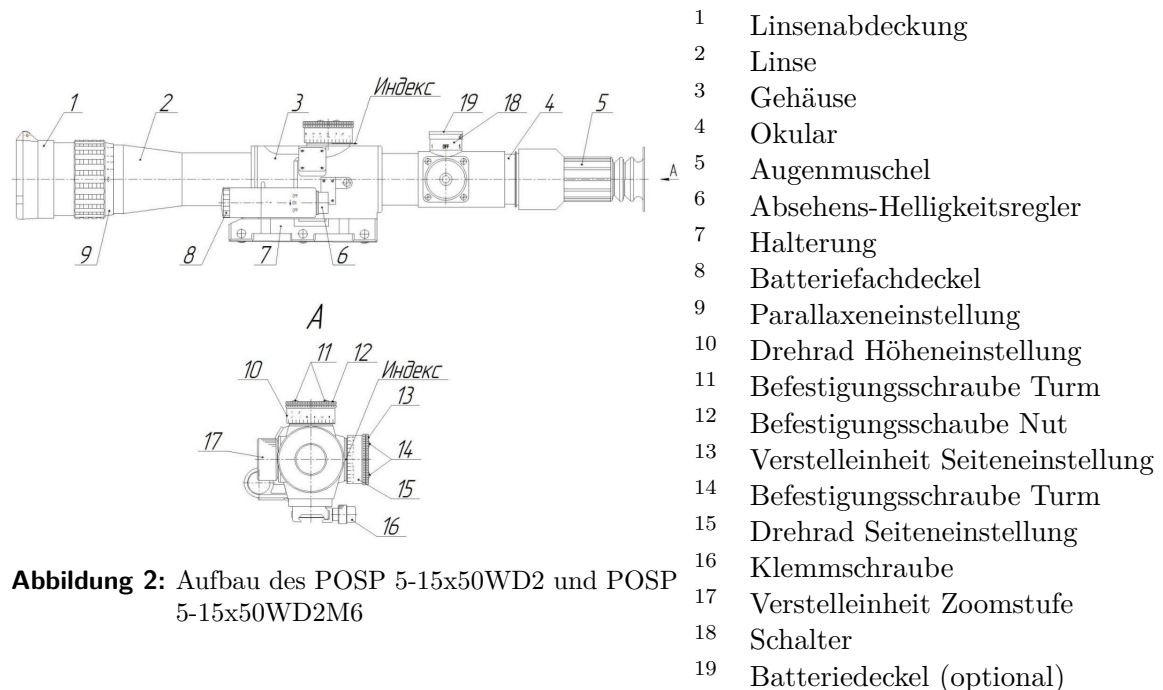

Abbildung 2: Aufbau des POSP 5-15x50WD2 und POSP 5-15x50WD2M6
Bewegung der Nullziellinie. Auf der Skala sind die Striche mit einem Teilungswert von 20 (1 Klick) markiert und in 5 Teilstriche nummeriert. Die Verschiebung der Skala um einen Teilstrich entspricht einer Verkleinerung der Ziellinie auf 0,01 m bei einer Entfernung von 100 m und 0,1 m bei einer Entfernung von 1000 m. Oben auf dem Visier befindet sich die Verstellereinheit der Höhenverstellung 10 mit entsprechender Skala. Bei Nullstellung des Visiers wird die Skala des Handrades auf Null gestellt. Auf der Skala sind die Striche mit einem Teilungswert von 20 (1 Klick) markiert und in 10 Teilstriche nummeriert. Die Länge der Skala beträgt 130 Teilstriche. Bei einer Entfernung von mehr als 1000 m wird eine zweite Serie von Nummerierungen verwendet. Die Verstellereinheit 12 zeigt mittels Pfeilen die Drehrichtung an, die der Bewegung der Null-Ziellinie senkrecht nach unten oder nach oben entspricht, wodurch die Ziellinie je nach Bereich eingestellt werden kann. Die Verschiebung der Skala um eine Teilung entspricht einer Verkleinerung der Ziellinie auf 0,01 m bei einer Entfernung von 100 m und 0,1 m bei einer Entfernung von 1000 m. Mit Hilfe der Verstellereinheit der Zoomstufe (Abbildungen 1, 2) ist es möglich, die sichtbare Vergrößerung von 5 auf 15 zu ändern. Der Wert der tatsächlichen sichtbaren Vergrößerung entspricht der Skala am oberen Rand des Absehen. Zum Beispiel: Abbildung 2 zeigt die Position der Skala E, die einer Zoomstufe von 15-fach entspricht. Das Visier hat eine Dioptrienanpassung von -2 bis +2 Dioptrien. Der Augenschutz (5) wird verwendet, um den Eintritt von Licht von außen in das Auge des Schützen zu verhindern und für eine bequeme Position des Schützenauges relativ zum Okular in einem sicheren Abstand während eines Schusses. Die Ansicht des Visierabsehen ist in den Abbildungen 3, 4 dargestellt. Das Einschalten der Absehenbeleuchtung erfolgt mit dem Schalter (6). Durch Drehung im Uhrzeigersinn wird der Schalter in die Stellung gebracht,
- den Deckel des Batteriefachs (19) am Schalter (18) (Abbildung 2) durch Drehen gegen den Uhrzeigersinn abschrauben
Um die Entfernung zu einem Objekt zu messen, befindet sich eine Messskala im unteren linken Viertel des Fadenkreuzes (Abbildung 2). Die gestrichelten Linien des Maßstabs ermöglichen es, die Entfernung von 200 bis 1300 m abzuschätzen. Die mit 100 multiplizierte Zahl, die dem zu bestimmenden Objekt am nächsten liegt, ergibt die Entfernung (in Metern): «2» entspricht 200 m; «4» entspricht 400 m, usw. Die vertikalen Striche des Absehens Π werden für seitliche Korrekturen und für das Schießen auf bewegliche Ziele verwendet. Das Absehen (A) wird für das Schießen auf eine Entfernung von 1000 m verwendet, das Absehen B - 1400 m, das Absehen B - 1500 m, das Absehen Γ - 1600 m. Um die Zielentfernung zu messen, ist es notwendig, die horizontale Skala des Zielfernrohrs mit einer Teilung von 1 mil zu verwenden (Abbildung 2). Wenn man die horizontale Größe des Ziels in Metern kennt, bezeichnet man es als H, und die Winkelgröße gemessen in mils h auf dem Fadenkreuz und berechnet die Entfernung vom Ziel D in Metern nach folgender Formel: